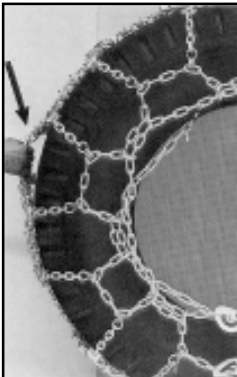

Bild 11-8
- Bild 11-8 zeigt eine normal gelockerte Kette (Prüfung erfolgt in Höhe der Achsmitte) für Straßenfahrt oder Fahrten auf festem Untergrund.
- La figure 11-8 montre une chaîne relâchée à l'état normal (vérification du relâchement au milieu des essieux) pour la circulation routière ou les parcours sur des sols fermes.
- Fig. 11-8 shows a chain that has been loosened normally (to be checked at the height of the axle center) for travelling on roads or on hard soil.